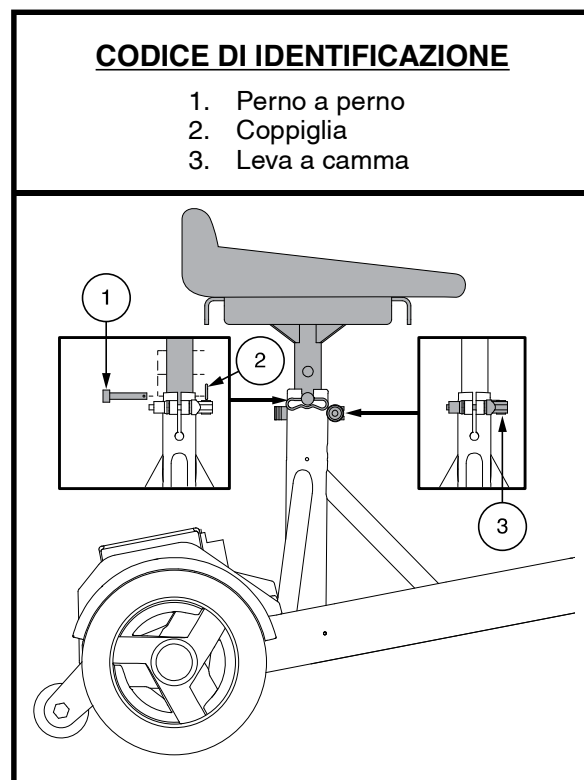

Figura 19. Regolazione dell'altezza del sedile
È possibile posizionare il sedile ad altezze differenti. Vedere **figura 19**.
1. Mentre si tiene il sedile, allineare i fori di regolazione sul sedile e il perno del sedile inferiore slot e inserire post. **Vedere figura 19.**